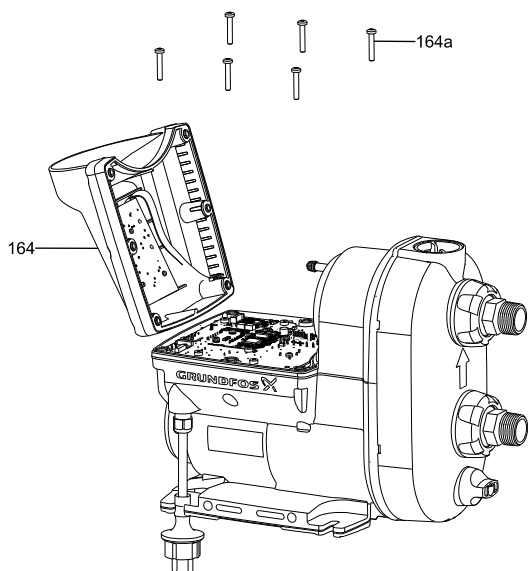

Рис. 2 Снятие крышки блока управления
1. Удалите с крышки (164) шесть винтов (164а) с потайной головкой torx (см. рис. 2).